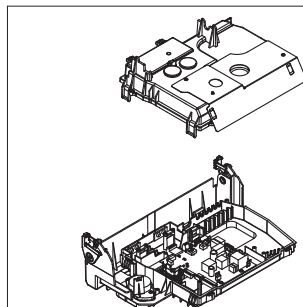

fig. 4a
- rimuovere la copertura morsettiera agendo sui ganci di fissaggio quindi accedere alla scheda (fig. 4a)